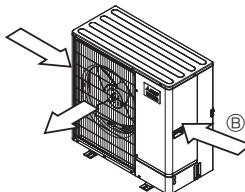

Fig. 2-4
- ③ Sijoita yksikkö niin, että poistoilma puhalletaan suorassa kulmassa vuodenaikeiseen tuulen suuntaan nähdyn, mikäli mahdollista. (Fig. 2-4)